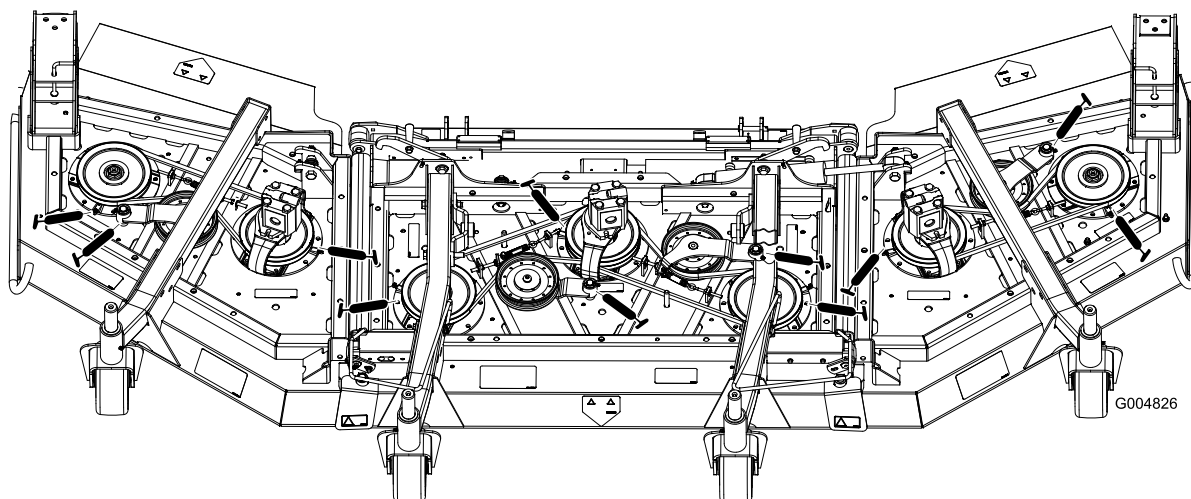

Figure 42
- Paliers d'axe de pivot (3) (Figure 42)
- Bagues de pivot de bras de poulie de tension (2) (Figure 42).